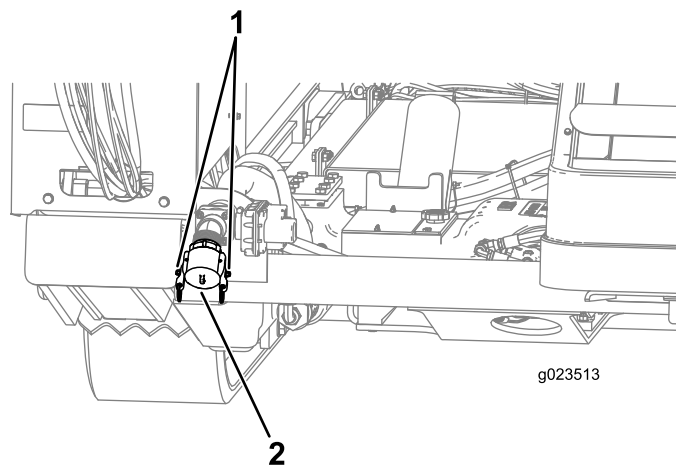

Рисунок 76
1. Поднимите рычаги с кулачковыми зажимами на впускной крышке насоса и снимите крышку (Рисунок 76).